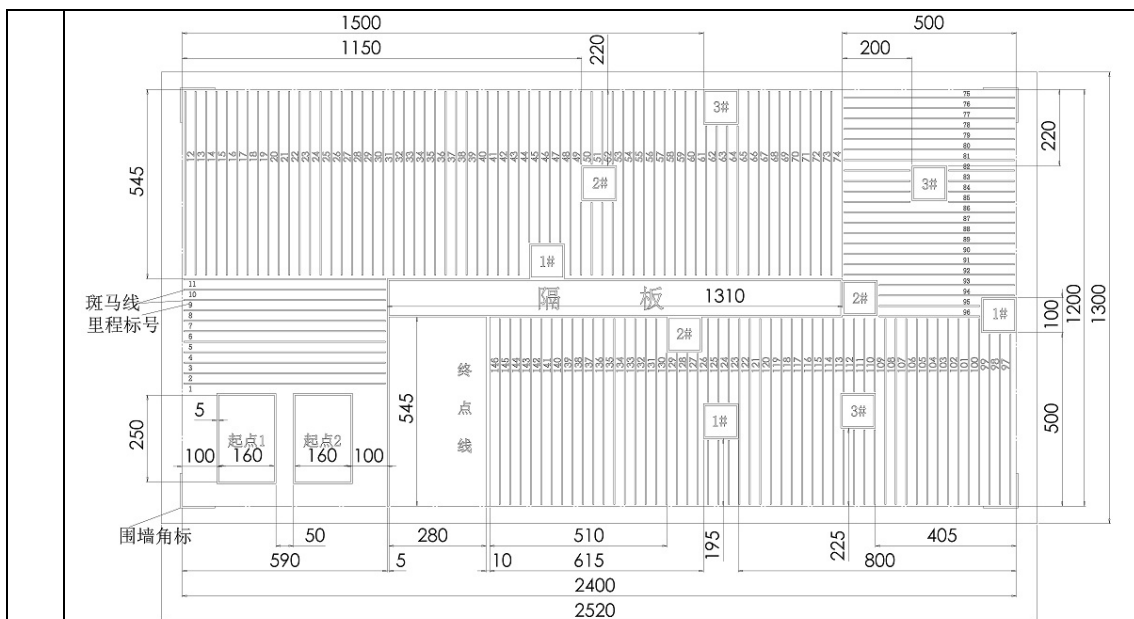

图 2 场地地图 (PVC 喷绘布)
1. 场地尺寸为2520mm×1300mm，由场地地图（如图2）平铺在平整地面上构成；
2. 障碍物摆放点：障碍物的可能摆放点有三组共九个位置，三组障碍物摆放点分别标识为组号1#、2#、3#方框，方框外边长均为100mm，各障碍物摆放点的具体位置见图2标注的定位尺寸；每组有三个障碍物摆放点，比赛前通过抽签方式随机确定障碍物摆放